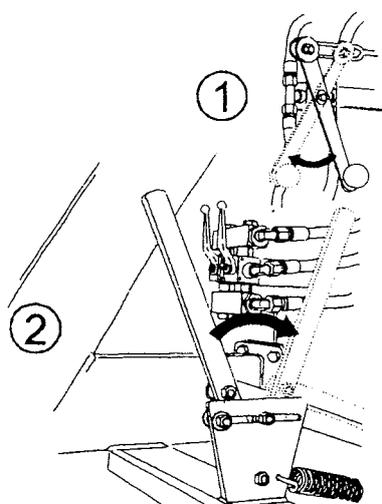

Fig. 8
⇒ Fermez la vanne du circuit hydraulique de motorisation, tirez le levier vers vous. (Fig 8 pos. 1)
⇒ Engagez le levier d'embrayage. (Fig. 8 pos. 2)
⇒ Ouvrir la vanne du circuit hydraulique, en poussant le levier (Fig.8 pos. 1 en trait fort).
⇒ Débrayez le pont différentiel. (Fig. 8 pos.2 en trait fort)
- c. La vanne du circuit hydraulique est-elle bien fermée? (fig.8 pos. 1 en pointillés).
- f. Le levier d'embrayage est-il engagé (Fig. 8 pos 2 en pointillés)